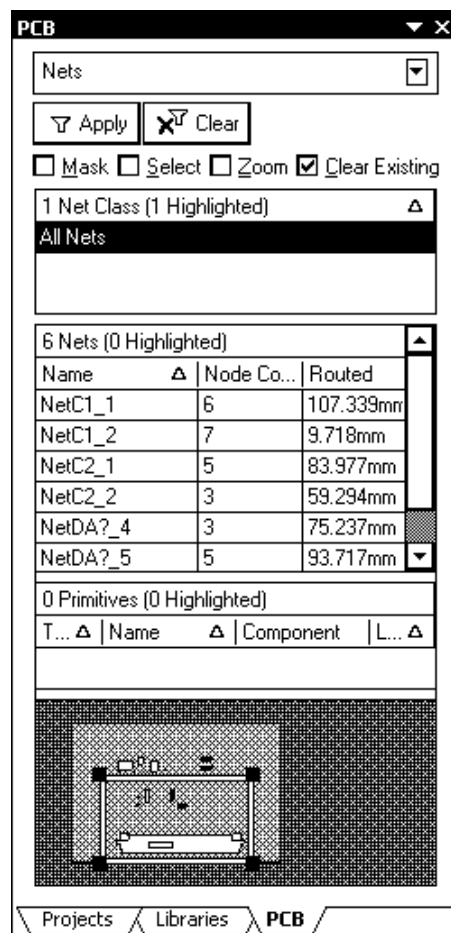

Рис. 6.1. Сводка цепей в панели PCB
- Щелчком левой кнопки мыши на кнопке **PCB** в правом нижнем углу главного окна программы вызвать выпадающее меню и открыть плавающую панель **PCB** (рис. 6.1).